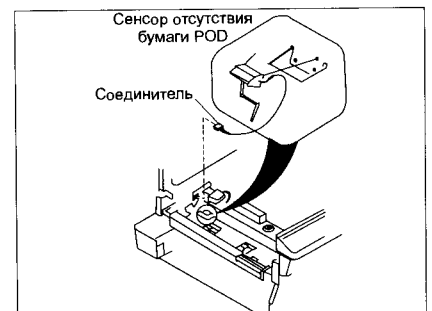

Рис. 23
- снимают соединитель и сенсор отсутствия бумаги POD (рис. 23).